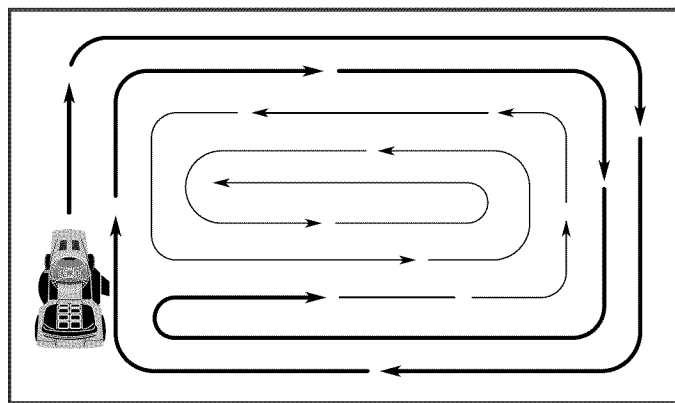

Fig. 12
- Al segar las áreas grandes, empiece girando a la derecha de modo que los recortes se descarguen, alejándose de los arbustos, cercos, entradas de automóviles, etc. Después de una o dos vueltas, siegue en la dirección opuesta, haciendo virajes a la izquierda, hasta que termine (Vea Fig 12).